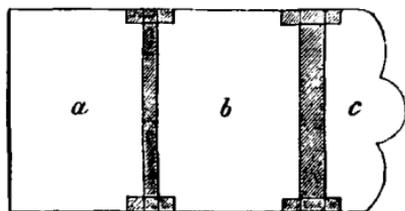
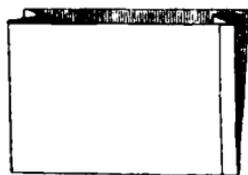

Рис. 98.
Рис. 99. Рис. 100. Стѣнная сумка для писемъ и газетъ.
*Папка для бумагъ.* Изъ толстаго картона вырѣзають два одинаковыхъ куска *a* и *b* (рис. 98) и третій кусокъ *c*, вдвое меньшей величины. Углы этого куска надо притупить или вырѣзать у него край, въ родѣ того, какъ показано на рисункѣ. Затѣмъ вырѣзають двѣ полоски коленкора, наклеивають на нихъ три куска картона, какъ показано на рисункѣ 98, и загибають концы полосокъ на переднюю сторону картона. Полоску между *b* и *c* дѣлають нѣсколько шире, чѣмъ между *a* и *b*, потому что наполненная папка бываетъ вверху толще, чѣмъ внизу. Такія же коленкоровыя полоски наклеивають и изнутри на тѣ мѣ-
стороны коленкоромъ, сгибають посрединѣ (въ *a* на рис. 99) пополамъ такъ, чтобы обклеенная коленкоромъ сторона приилась потомъ наружу, а оба края (*y b* и *c*) загибають въ другую сторону. Затѣмъ вкладываютъ двѣ боковыя части въ сумку такъ, какъ показано на рисункѣ 100, и приклеиваютъ къ наружной сторонѣ сумки загнутые назадъ края боковыхъ частей. Переднюю сторону сумки обклеиваютъ коленкоромъ или бумагой. На верхнемъ краю сумки край коленкора загибають на внутреннюю сторону сумки, а на нижнемъ краю—на другую сторону сумки. Если ты хочешь, чтобы сумки были обклеены и внутри, это надо сдѣлать раньше, чѣмъ въ нихъ будутъ вклеены боковыя части. Обѣ готовыя сумки обмазываютъ клеемъ на необклеенной коленкоромъ сторонѣ и наклеиваютъ этой стороной на части *a* и *b* папки (рис. 98).